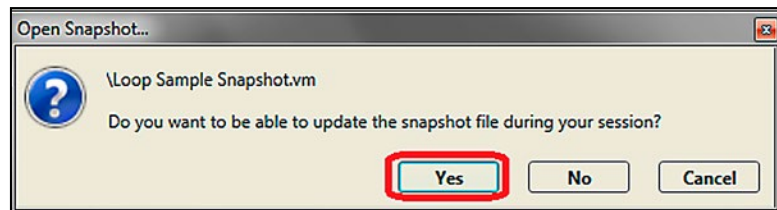

Figura 73. El cuadro de diálogo Open Snapshot.
**PASO 2.** Abra el archivo Loop Sample Snapshot.vm. En el cuadro de diálogo Open Snapshot (Abrir Instantánea), haga clic en el botón **Yes** para permitir la modificación del archivo. Ver Figura 73.